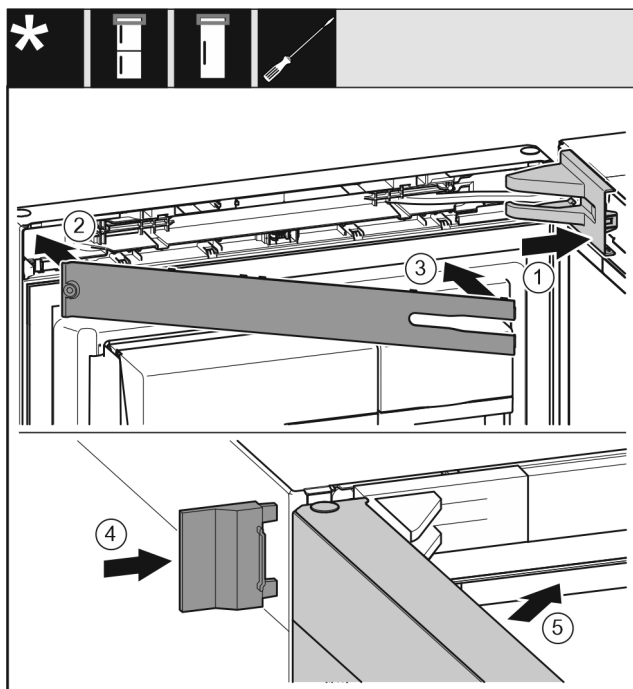

Fig. 51
- Aseta laakeripukin suojus paikoilleen, anna sen lukittua ja paina osia tarvittaessa varovasti erilleen toisistaan. Fig. 51 (1)
- Aseta paneeli paikoilleen. Fig. 51 (2)
- Käännä paneeli sisään ja anna sen lukittua. Fig. 51 (3)
- Työnnä ulompi paneeli paikalleen. Fig. 51 (4)
- Sulje ylempi ovi. Fig. 51 (5)